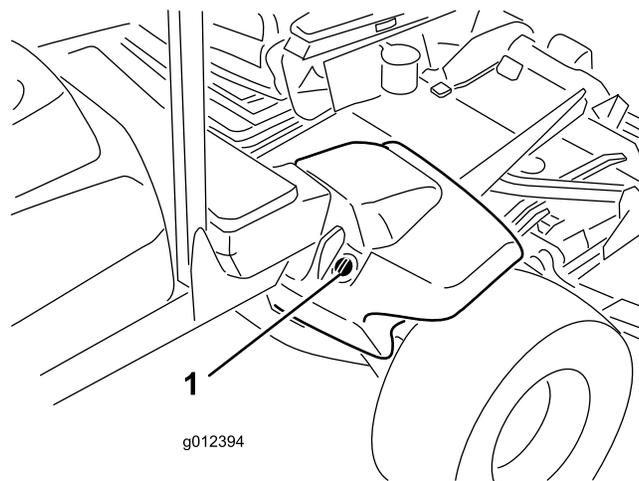

Bild 21
2. Reinigen Sie den Bereich um den Füllstutzen und den Deckel des Hydraulikbehälters (Bild 21). Drehen Sie den Deckel vom Füllstutzen ab.